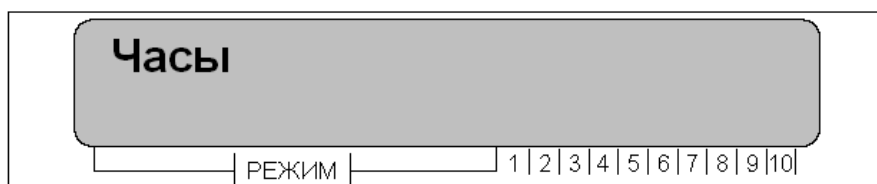

Рисунок 12
- осуществить вход в режим **«Часы»** клавишей «ВВОД», рисунок 12;